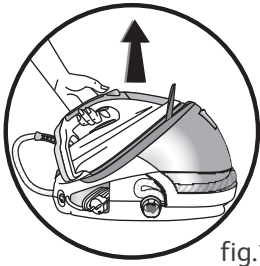

fig.1
Votre centrale vapeur est équipée d'un arceau de maintien du fer sur le boîtier avec verrouillage pour faciliter le transport et le rangement - **fig.1** :
- Saisissez le fer par la poignée pour transporter votre centrale vapeur - **fig.1**.